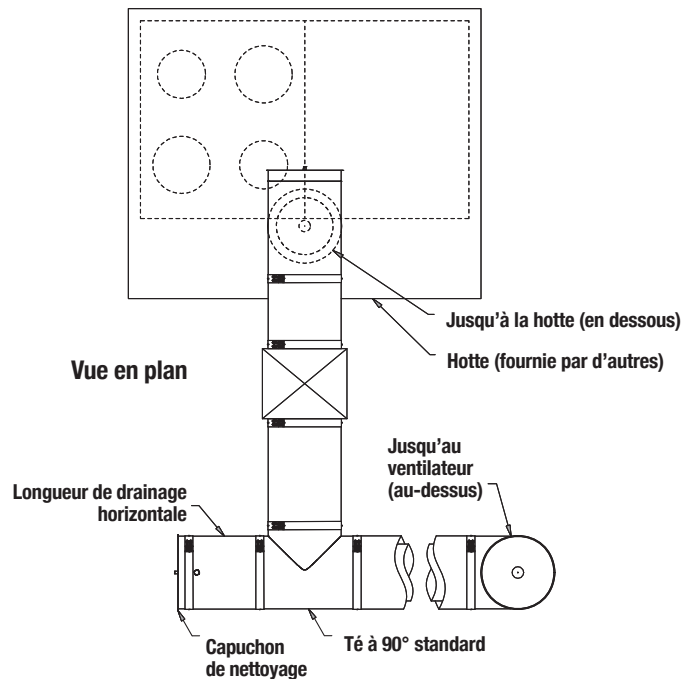

Figure 68 - Emplacement typique d'une longueur de drainage horizontale
3. Le drain du conduit doit être utilisé à l'extrémité d'un tronçon horizontal là où l'accès et le drainage sont nécessaires (voir **Figure 68**).